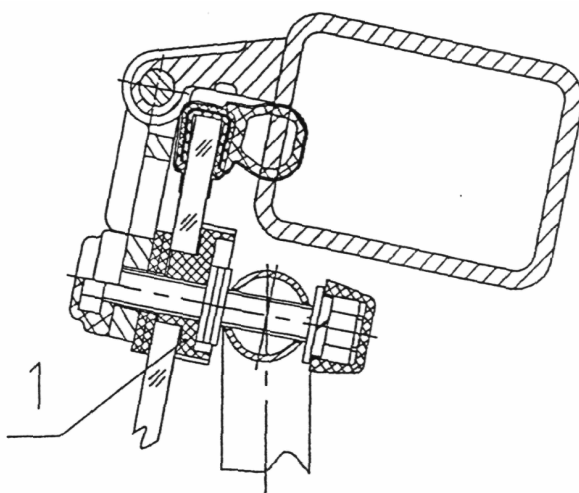

Рис. 5.16.9. Регулировка окна бокового:
- поворачивать эксцентриковую втулку 1 (рис. 5.16.9) (происходит регулировка положения стекла в проеме).